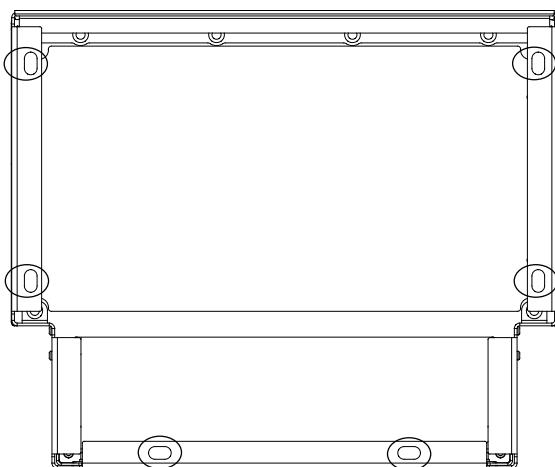

图 4.3 地面上的底座安装点
3. 将底座安置在地面上并使用 6 个螺栓通过安装孔固定。请参考图 4.3 中画圆圈的区域。